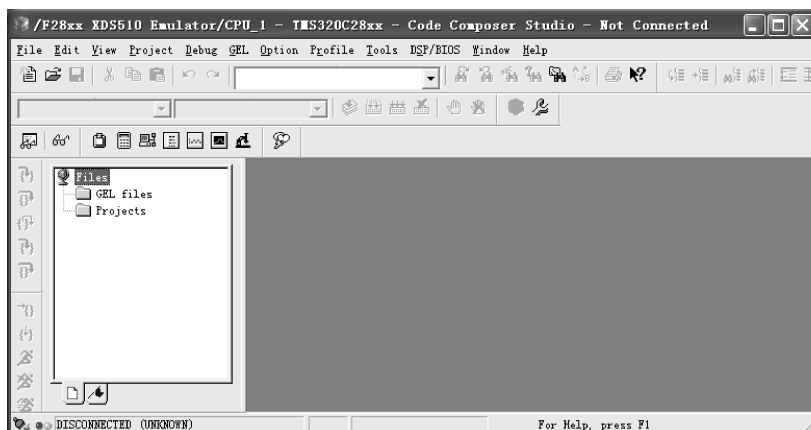

图 4-3 CCS 运行主窗口
5) 可以测试 CCS 硬件仿真软件安装是否正确。将仿真器的 14 引脚 JTAG 仿真插头连接到用户目标板上，仿真器通过 USB 接口连接到计算机，接通 +5 V 电源。如果软件安装成功，单击“CCStudio v3.3”，则计算机屏幕上会出现如图 4-3 所示的画面。